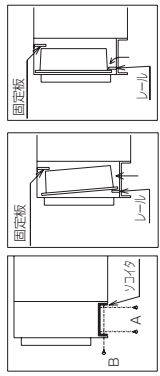

図4
(1) フィルターボックス底版のネジ(下図参照)を外します。(図4)